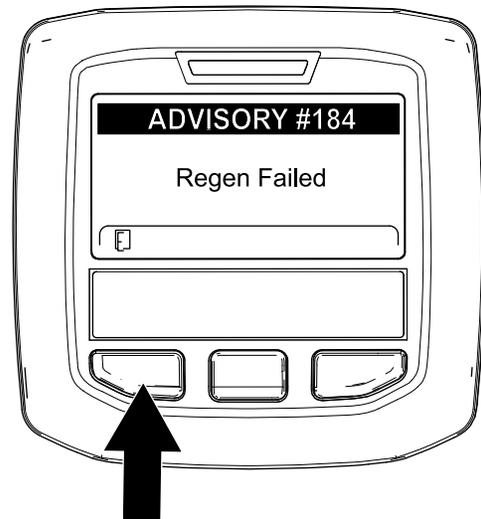

Figura 68
**Nota:** Se la rigenerazione non viene completata, l'InfoCenter visualizza il messaggio Advisory #184 (Figura 68). Premete il pulsante sinistro per uscire e tornare alla schermata Home.